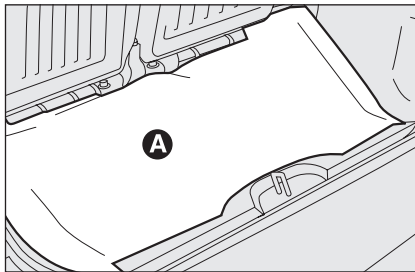

fig. 2
- soulever le tapis de sol du compartiment bagages **A-fig. 2**;